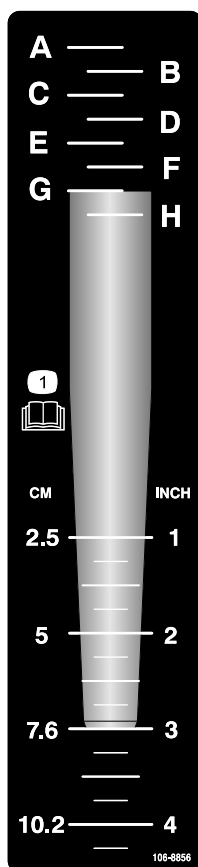

Figura 23
1. Coloque a ponta pretendida no autocolante de profundidade enquanto alinha a ponta com a profundidade de arejamento pretendida, conforme indicado na Figura 23.
2. Determine a configuração da letra alinhada com a extremidade de montagem da ponta (Figura 23). Ajuste o controlo da profundidade com a letra correspondente no autocolante.